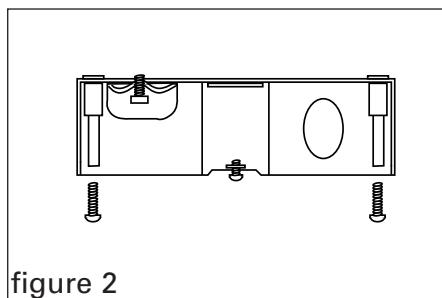
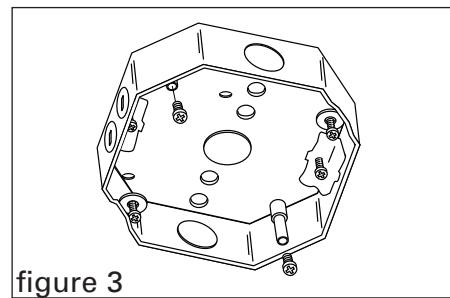

figure 2
figure 3
**NOTE:** Installez les appareils d'éclairage lourds et les ventilateurs de plafond à l'aide des deux boulons 10-24 x 3/4" dans les filets rapportés (figure 2). Installez les appareils d'éclairage légers et les plaques de recouvrement à l'aide des vis 8-32 dans les oreilles de la boîte électrique (figure 3).